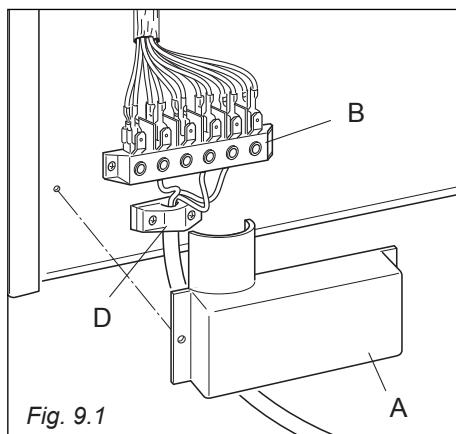

Fig. 9.1
- Dévissez les vis de fixation de la protection "A" située derrière la cuisinière (fig. 9.1).
- Placez le câble d'alimentation à travers du collier de serrage "D" (fig. 9.1).
- Placer les cavaliers **U** sur la borne "B" (fig. 9.1) suivant les schémas de les figures 9.2, 9.3.